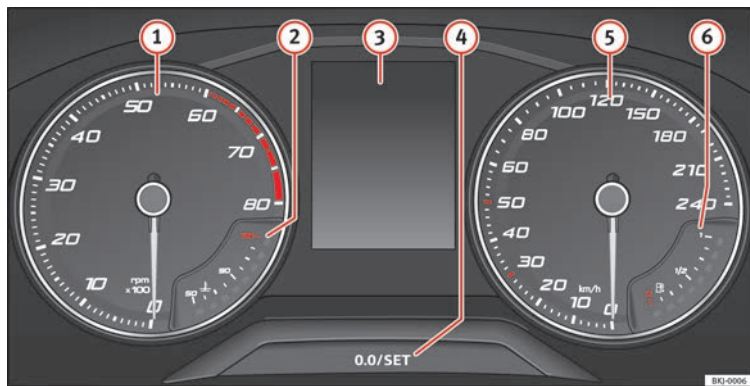

Fig. 124 Combiné d'instruments à l'avant.
Lors de la mise du contact d'allumage, l'écran du tableau de bord **» fig. 124 ③** affiche diverses informations en fonction de l'équipement du véhicule :
- Capot-moteur, hayon et portes ouvertes **» fig. 124 ③** page 40.
- Rapport recommandé (boîte de vitesses manuelle) **» fig. 124 ④** page 41.
- Indicateur multifonction (MFA) et menus avec différentes options de réglage **» fig. 124 ④** page 36.
- Indicateur de maintenance **» fig. 124 ④** page 43.
- Deuxième indicateur de vitesse **» fig. 124 ④** page 36.
- Alerte de dépassement de vitesse **» fig. 124 ④** page 42.
- Appuyez brièvement sur le bouton **» fig. 124 ④** pour remettre le compteur kilométrique journalier à 0.
- Maintenez enfoncé le bouton **④** pendant environ 3 secondes pour afficher la valeur précédente.
- Pour régler l'heure, maintenez enfoncé le bouton **» fig. 124 ④** pendant plus de 3 se-
Durant la conduite, l'écran du combiné d'instruments affiche le rapport recommandé pour économiser du carburant **» fig. 124 ④** page 41.
Maintenez enfoncé le bouton » **fig. 124**  pendant plus de 15 secondes pour afficher les lettres-repères du moteur (MKB) du véhicule. Pour cela, le contact d'allumage doit être mis et le moteur coupé.
Le compte-tours indique le nombre de tours du moteur par minute » **fig. 124** .
L'aiguille du compte-tours ① » fig. 124 ne doit rester que peu de temps dans la zone rouge : risque d'endommagement du moteur.
L'indicateur de température du liquide de refroidissement ② » fig. 124 ne fonctionne que lorsque le contact d'allumage est mis. Pour éviter d'endommager le moteur, veuillez tenir compte des remarques suivantes, relatives aux plages de température.